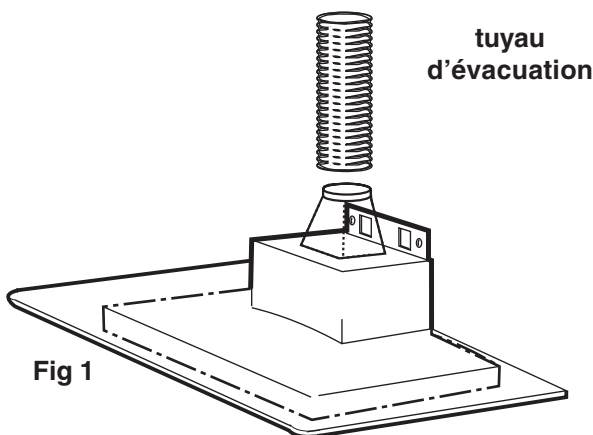

Fig 1
- L'air est rejeté à l'air libre par un conduit raccordé sur le tuyau d'évacuation. **Fig. 1.**